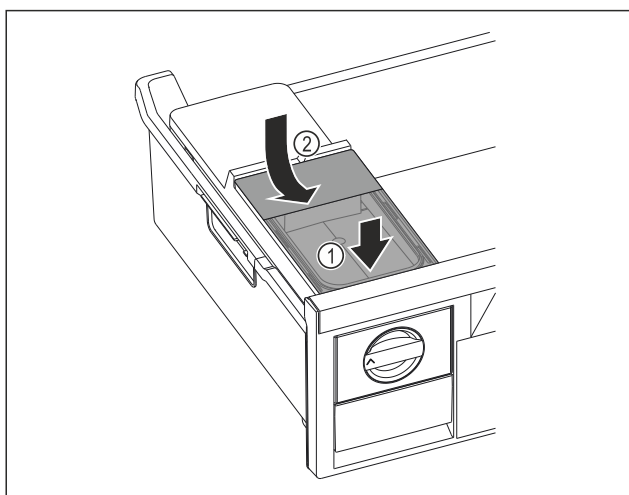

Fig. 122
- ▶ Rezervoar za vodo namestite spredaj. Fig. 122 (1)
- ▶ Zadaj rezervoar za vodo spustite. Fig. 122 (2)